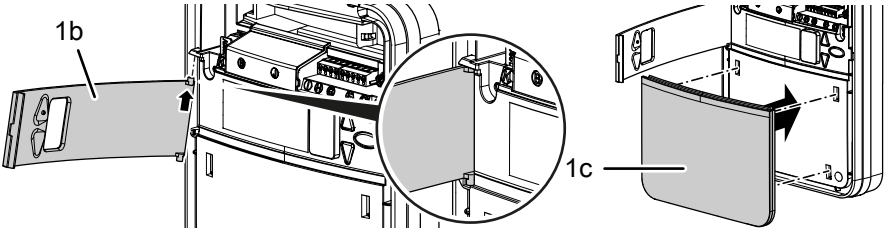

Fig. 7: Montaje de la tapa de mando
Coloque la pieza deslizante (19) sobre el perfil del carril, insértela en la abertura trasera del cabezal del motor (2) y fíjela con el tornillo (14) (fig. 7).